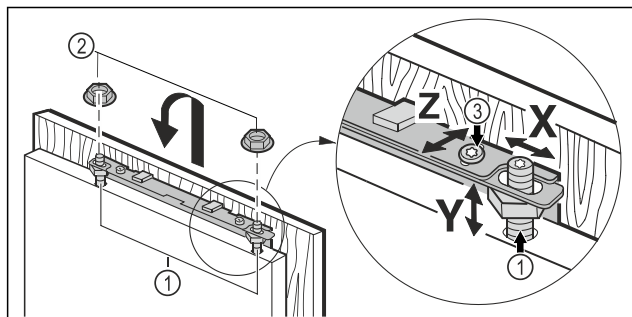

Fig. 39
- ▶ Agățați ușa mobilierului pe bolțurile de reglare Fig. 39 (1) și înșurubați contrapiulițele Fig. 39 (2) slab pe bolțurile de reglare.
- ▶ Aliniați ușa mobilierului pe înălțimea Y și înclinarea laterală: Reglați bolțurile de reglare Fig. 39 (1) cu ajutorul unei șurubelnițe.
- ▶ Strângeți contrapiulițele Fig. 39 (3).